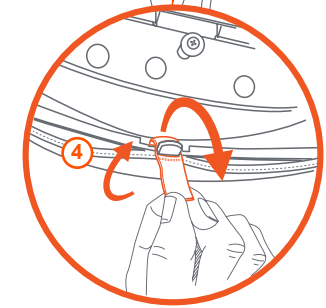

Fig. 5d
(4) Tire hacia atrás de cada correa para atrapar el orificio en cada pestaña de la bandeja correspondiente (Fig. 5d).